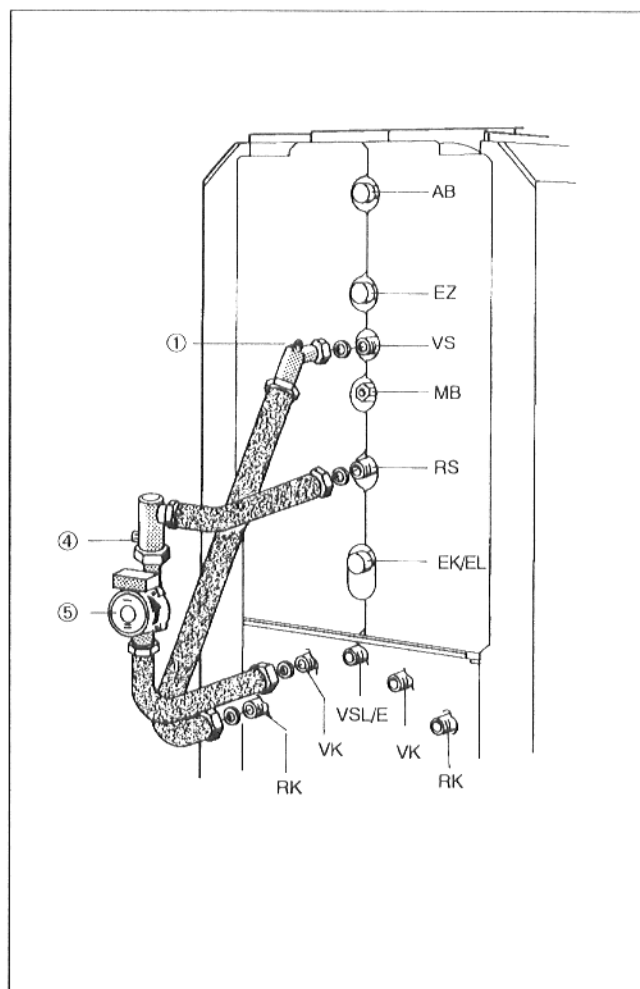

Fig. 23
- Installer la tuyauterie de liaison chaudière-préparateur prémontée, départ et retour, conformément à la Fig. 23.